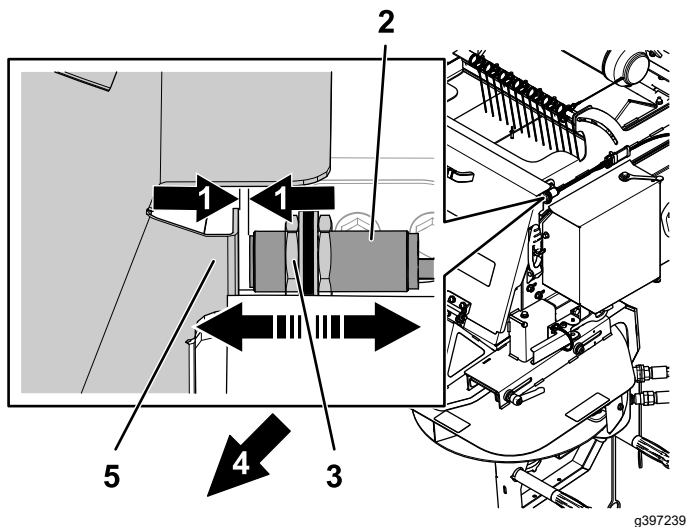

Figure 10
- Régalez le jeu entre le capteur et la porte de la trémie 3 mm, comme montré à la Figure 10, à l'aide des écrous de réglage. Le jeu ne doit pas dépasser 6 mm.